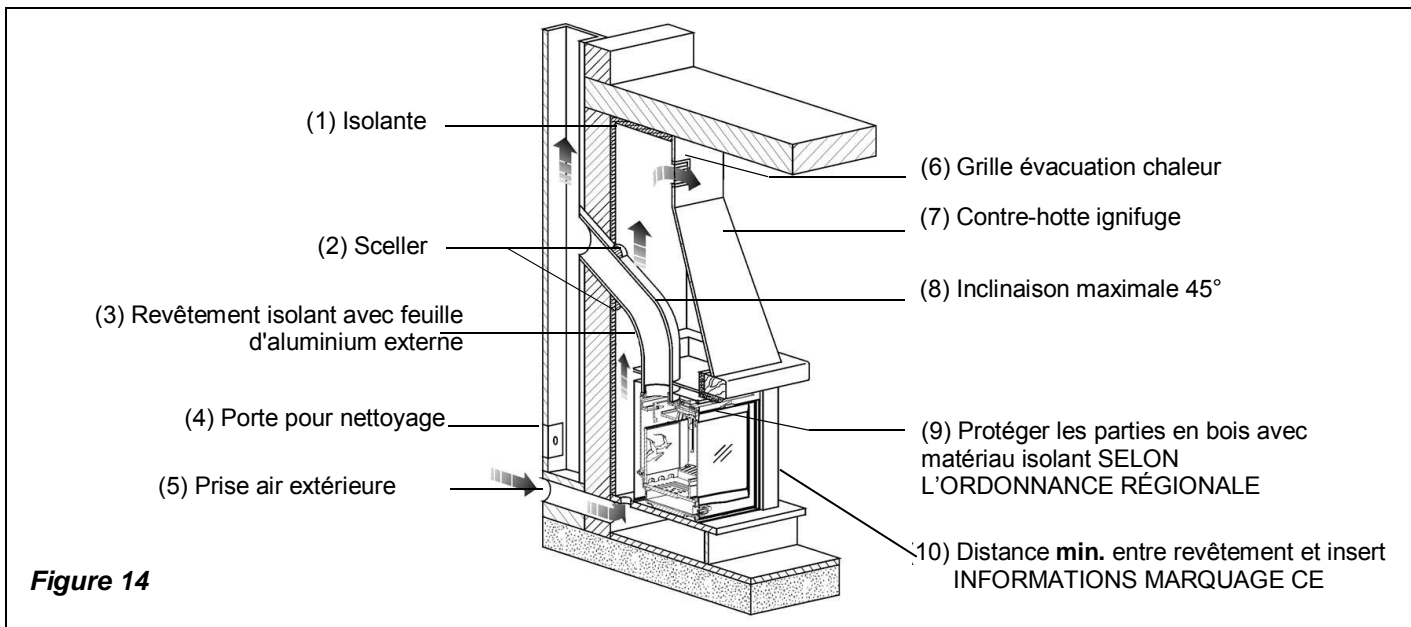

Figure 14
La grille évacuation chaleur (Figure 14 pos. 6) se trouve sur la parte supérieure du manteau à 20 cm du plafond. Cette grille **doit être toujours installée** car sa fonction est de permettre la sortie de la chaleur accumulée dans l'ambiance (surpression).
- Si l'afflux d’air est obtenu à travers des ouvertures en communication avec l'extérieur des locaux adjacents, il faut éviter prises d’air en connexion avec garages, cuisines, salles de bains, centrales thermiques Figure 14.